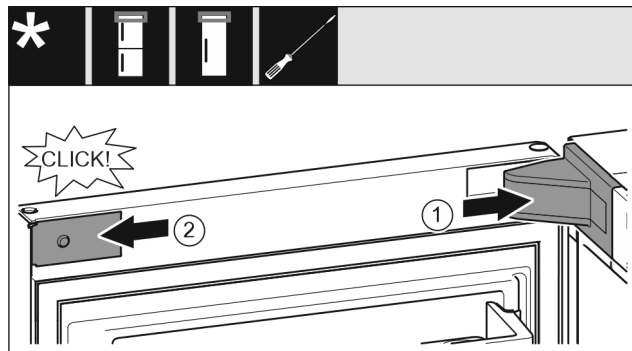

Fig. 21
- ▶ Sett på lagerdekslet og la det klikke på plass, ev. trykk det forsiktig fra hverandre. Fig. 21 (1)
- ▶ Sett dekslet på på siden, og la det klikke på plass. Fig. 21 (2)